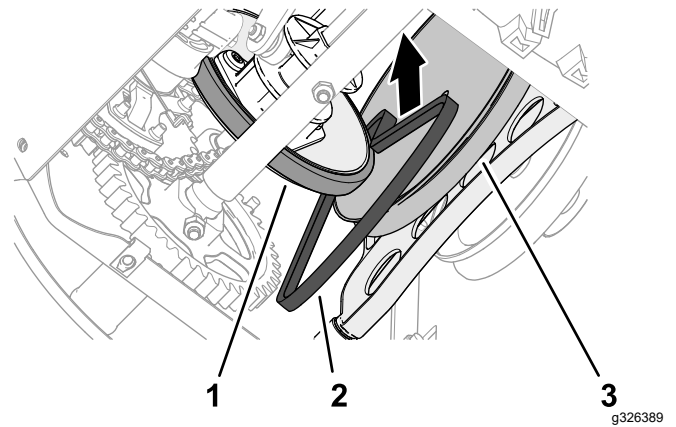

Bild 49
- Ziehen Sie den Treibriemen zwischen dem Reibrad und der Riemenscheibe des Fahrtriebs in der Maschine auf (**Bild 49**).